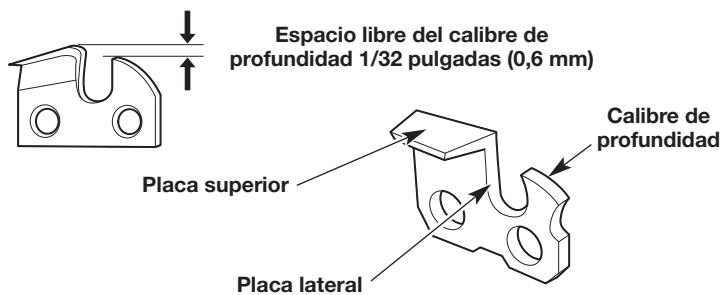

Fig. 39
- Mantenga la lima a nivel con la placa superior del cortador (Fig. 39). No deje que la lima baje o se balancee. Aplique una presión leve pero firme.